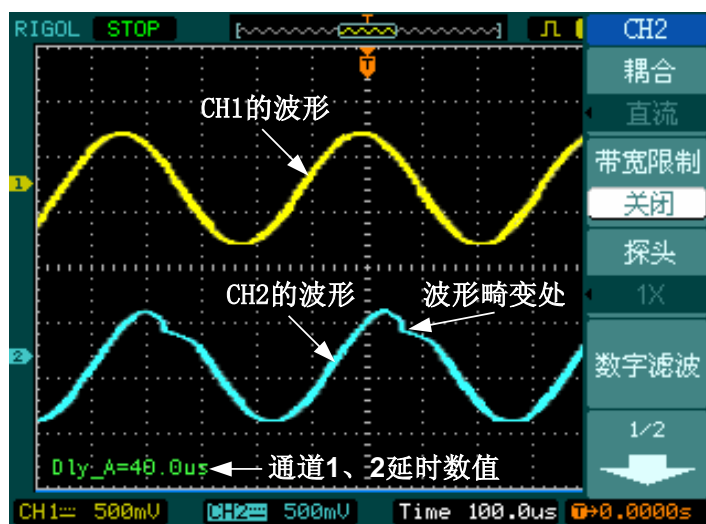

图3-5-23 正弦信号通过电路产生的延迟和畸变
3) 调整水平、垂直系统旋钮直至波形显示符合测试要求，如图 3-5-23 所示。
按 **MEASURE** 键以显示自动测量菜单→按 1 号菜单操作键选择信源 CH1→按 3 号菜单键选择时间测量→在时间测量下拉菜单中选择延迟 1→2↑。此时，在屏幕下方显示出通道 1、2 在上升沿的延时数值，波形的畸变如图 3-5-23。